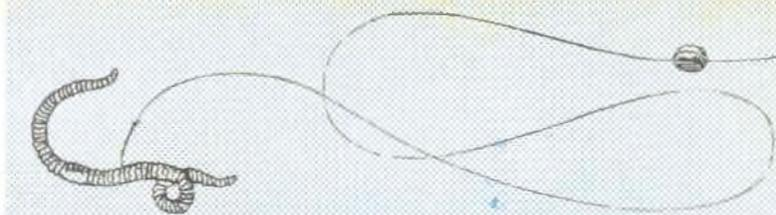

Fig. 6
- d) Usate ami del n. 8 o 10 infilati presso la metà della lunghezza del verme e, se necessario, fissate i piombi alla distanza di circa 25 centimetri (fig. 6);